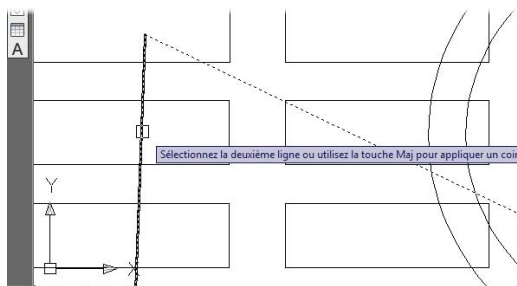

Figure 3.133
3. Choisissez ensuite les objets à chanfreiner : les deux lignes du dessin. Sélectionnez la première ligne puis la seconde. AutoCAD procède alors automatiquement à l'opération ordonnée par l'utilisateur (voir Figure 3.133).